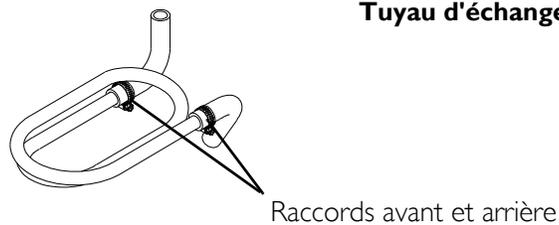

FIGURE 23.2 Test de fuite
- C. Raccord des tuyaux de la vanne EP dans la partie supérieure des tamis moléculaires (FIGURE 23.2).
- D. Raccords des tuyaux au niveau du capuchon de réservoir de produit et des clapets anti-retour (FIGURE 23.2).
- E. Les raccords avant et arrière de l'échangeur de chaleur (FIGURE 23.2).
8. Coupez l'alimentation (O) et débranchez l'appareil.